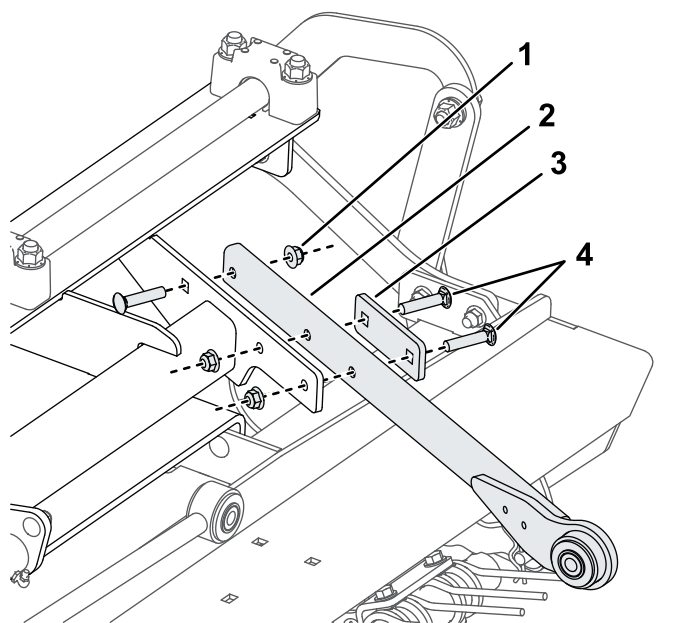

図 3
1. プッシュアームをマルチツールに仮止めするクランププレートとキャリッジボルト $\frac{3}{8}$ x $1\frac{3}{4}$ "を使用して図 3 のように取り付ける。